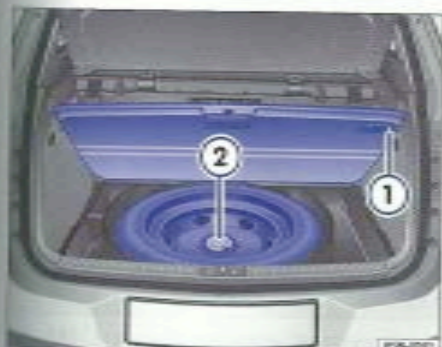

Fig. 194 Dans le coffre à bagages : roue d'urgence.
- Ouverture du hayon, soulevez le plancher de coffre à bagages, poussez la goupille d'arrêt → fig. 194 ① vers la droite et abaissez lentement le plancher de coffre à bagages.
- En tournant dans le sens inverse des aiguilles d'une montre, dévissez entièrement la molette située au centre de la roue d'urgence ② et retirez la roue d'urgence.